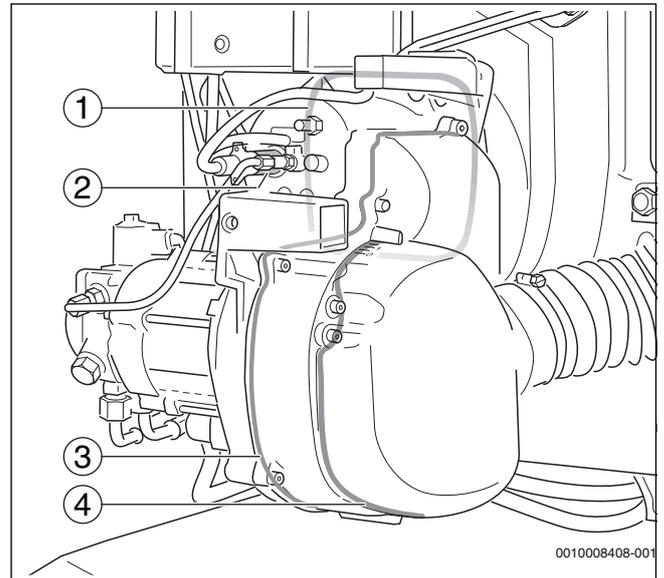

Bild 47 Zusätzliche Abdichtung
- Flachdichtung zum Brennerflansch (→Bild 47, [1])
- Halter zur Aufnahme des Flammefühlers (→Bild 47, [2])
- Gehäuseboden mit Rundschnurdichtung (→Bild 47, [3])
- Abdichtung zum Schalldämpfer (→Bild 47, [4])